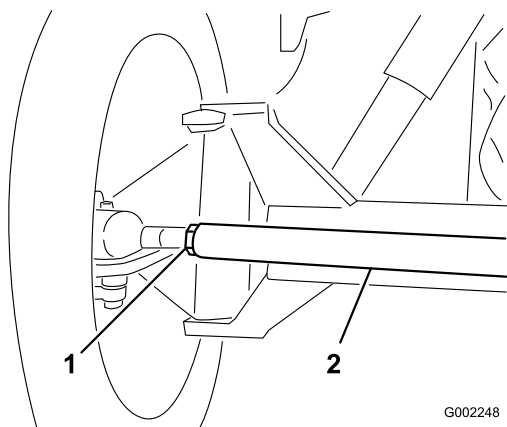

図 135
3. 前後の測定値の差が所定範囲にない場合、タイロッド両端のジャムナットを外して調整を行う(図 135)。